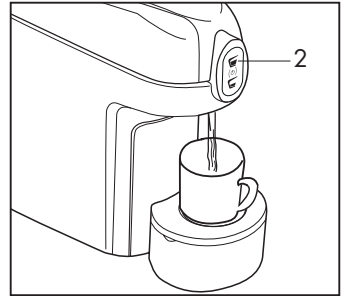

Fig.5
- Les symboles (2-3) clignotent jusqu'à ce que la température soit atteinte ; quand les symboles (2-3) s'allument fixe, la machine est prête à fonctionner. Poser une tasse sur la grille puis appuyer sur les symboles de distribution (2-3), en fonction du modèle : ensuite la machine distribue de l'eau (**Fig. 5**) ; appuyer à nouveau sur le symbole une fois la quantité d'eau voulue atteinte. L'opération de rinçage est terminée quand au moins trois tasses d'eau ont été distribuées.